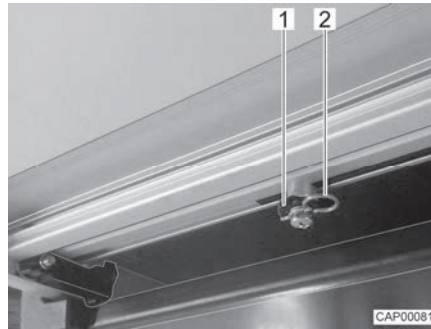

Fig. 8 Varilla de accionamiento (escalón de entrada)
- En el lado inferior del escalón de entrada, retirar ambos clips de seguridad (Fig. 8,2) en las varillas de accionamiento (Fig. 8,1).